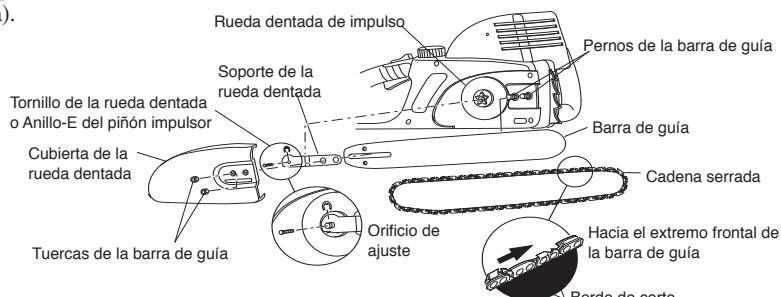

Figura 4 - Ensamblaje de la barra de guía y la cadena
3. Afloje y quite el tornillo del piñón impulsor o quite el anillo-E del eje (vea la Figura 4, página 26). Quite el soporte del piñón.
**Nota:** Asegúrese de disponer los bordes de corte de la cadena en la dirección correcta. Coloque la cadena de modo que los bordes de corte de la parte superior de la barra de guía miren hacia el extremo de la misma (vea la Figura 4 y el indicador que se encuentra en la cubierta lateral de la sierra).